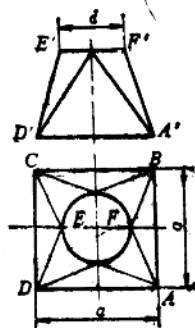

图 33
26. 用三角形展开法作天圆地方的展开图, 并写出展开步骤, 如图33所示。